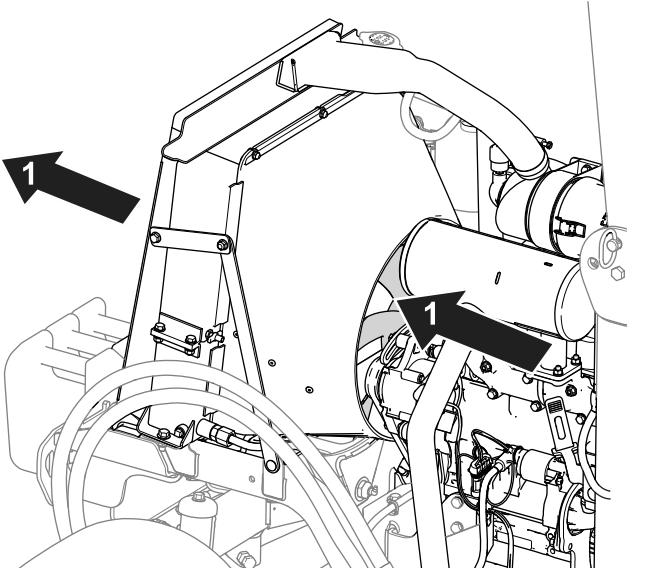

図 69
- ラジエターの冷却フィンの清掃は圧縮空気で行ってください。機体内部から外部にむかってエアを吹き付けます **図 69**。